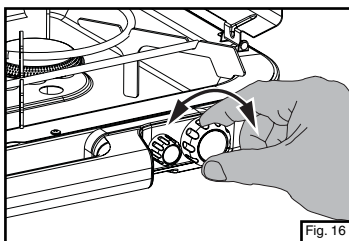

Fig. 16
- Ajustez la flamme avec la commande. (Fig. 16)